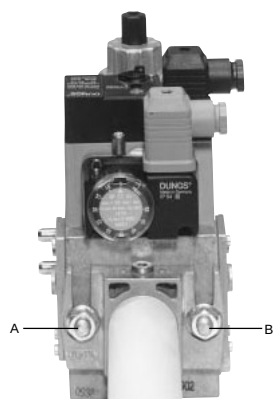
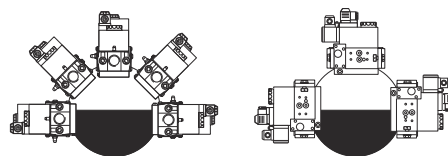

Рис. 4
Рис. 7
- 4 согласно ссылки, данной на Рис. 4, закрепить фланец к шпилькам котла с помощью гаек **D**, не затягивая их полностью;
3. Затянуть винты A, B, C и D (Рис. 4 - Рис. 5), (Рис. 7), соблюдая дистанции монтажа (Рис. 7);